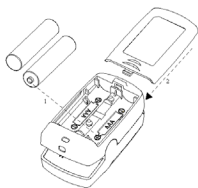

Figura 2 Instalación de las pilas
1. Consulte la Figura 2. Inserte correctamente las dos pilas AAA en el compartimento de las pilas.